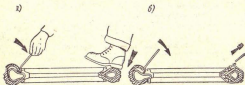

Рис. 216. Демонтаж и монтаж шин:
5. Со стороны, противоположной вентилю, поддеть борт покрышки монтажными лопатками и вывернуть его через край обода (рис. 216).
6. Надеть второй борт покрышки со стороны вентиля и придерживать покрышку в таком положении обеими ногами (см. рис. 216).